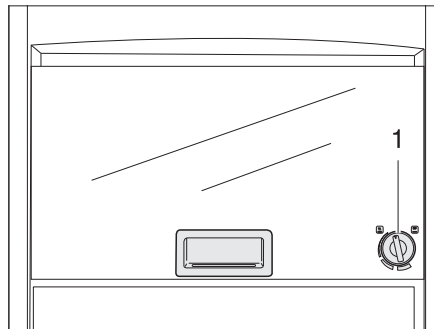

Fig. 315 Four à gaz (Dometic)
- Appuyer légèrement sur le bouton tournant (Fig. 315,1) et le tourner vers la gauche sur la position souhaitée.
- Tourner le bouton tournant (Fig. 315,1) sur "O". La flamme s'éteint.